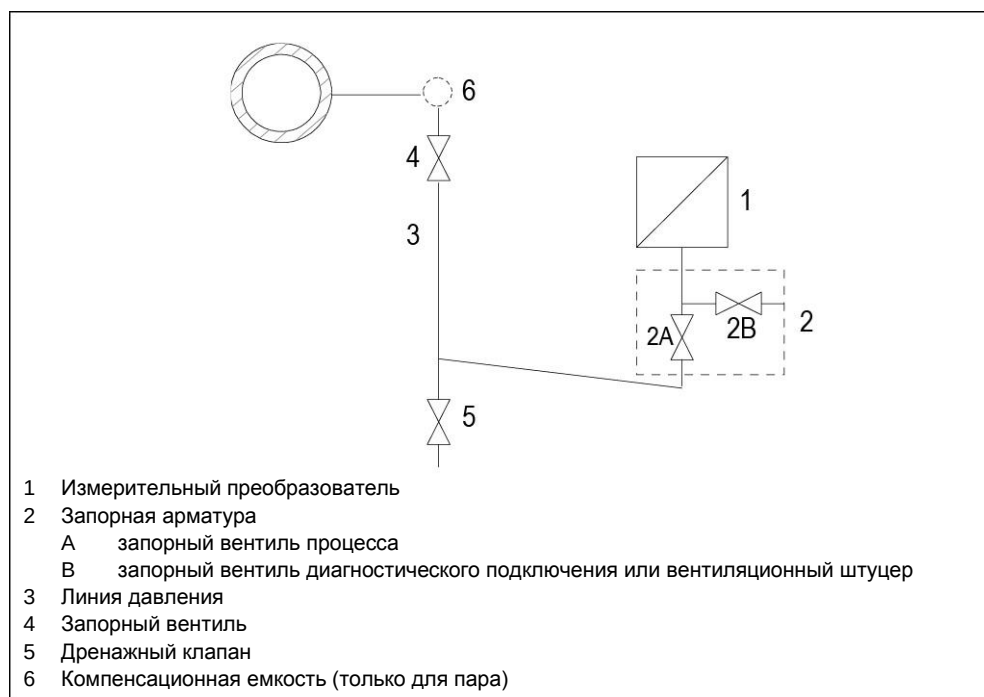

Рис. 33. Измерение пара
1. Откройте запорный вентиль (см. 2B, рис. 33).
2. Через диагностическое подключение (2) подайте на измерительный преобразователь давление, соответствующее началу диапазона.
5. Откройте запорный вентиль (4) на точке отбора давления.